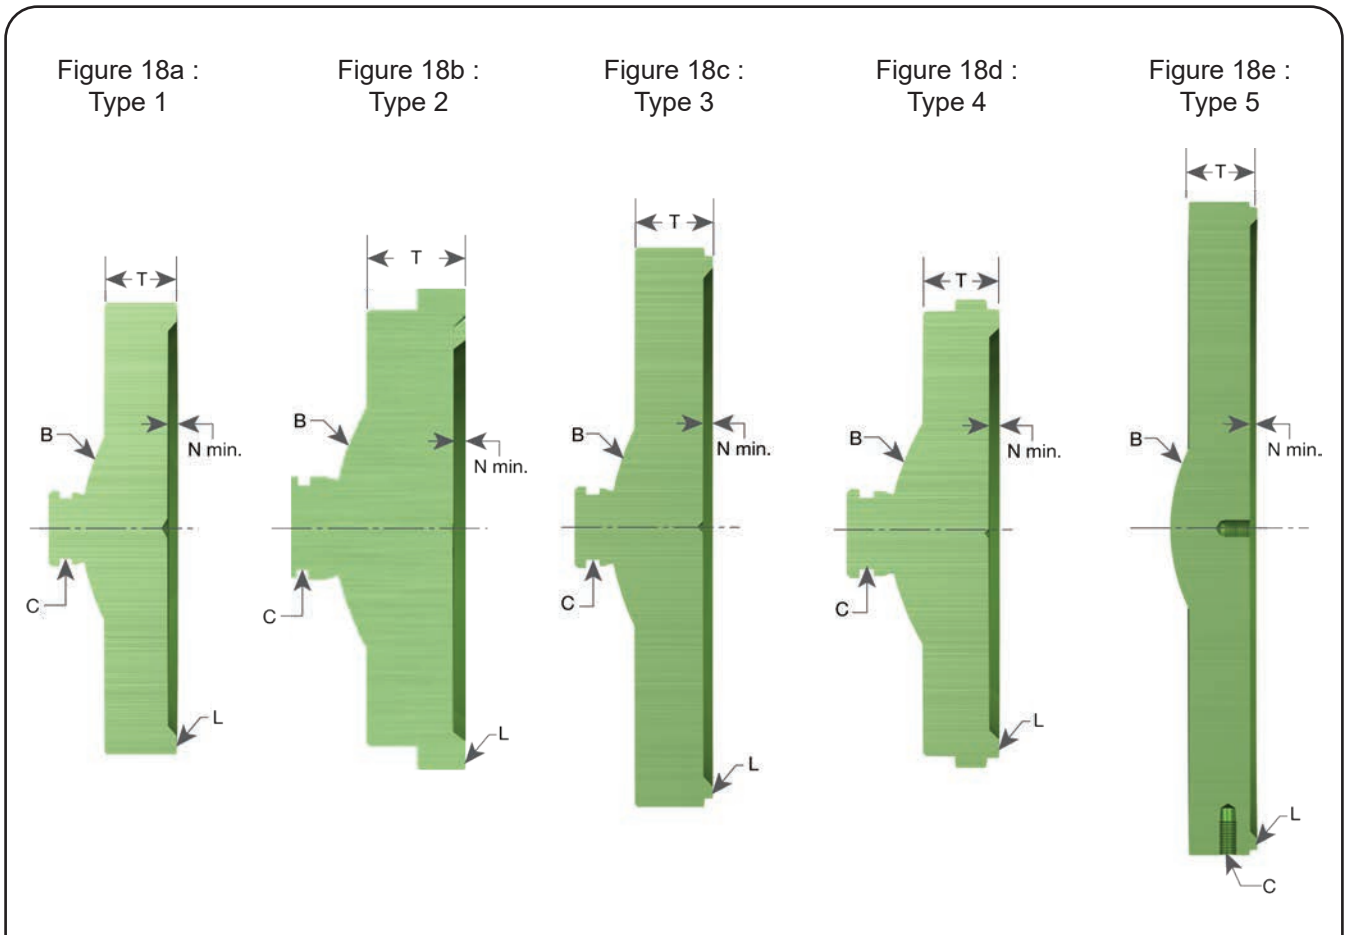

Figure 18 : Zones d'inspection des disques de siège métalliques et souples
- Mettez le disque au rebut si la dimension minimale N ou T (Figure 18, Tableau 5) est atteinte. Ne rétablissez pas la surface C.
7. Disque à siège métallique standard : Ce disque (Figure 18) peut être usiné jusqu'à ce que la dimension T soit réduite à son minimum, comme indiqué dans le Tableau 5. La dimension N min. doit également être conservée.